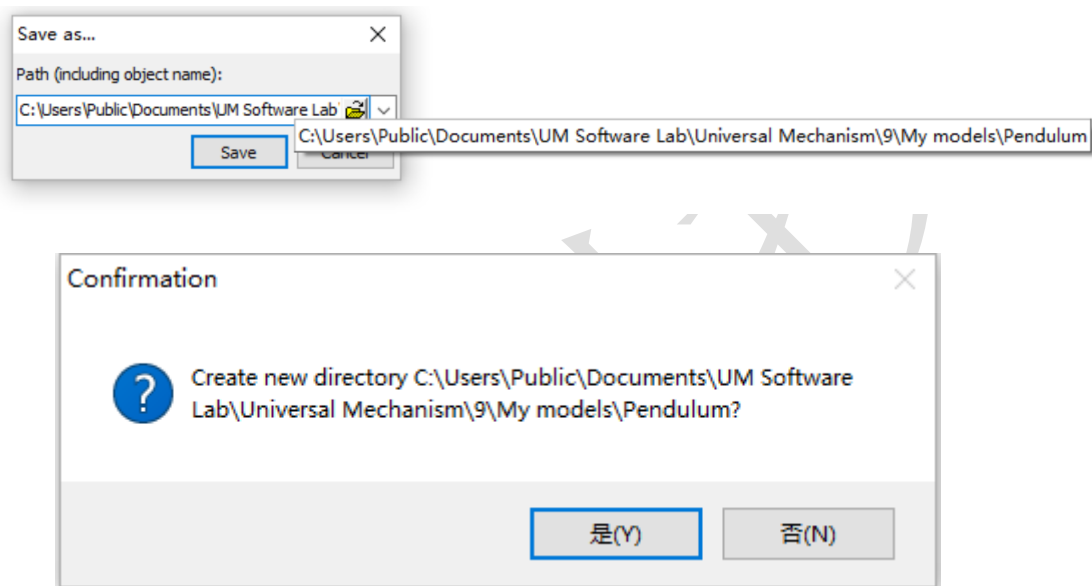

图 1.13 保存模型
2. 设置保存路径为 **{UM Data}\My models\Pendulum**（可自定义路径），然后点击 **Save** 和 **是(Y)**，如图 1.13 所示。